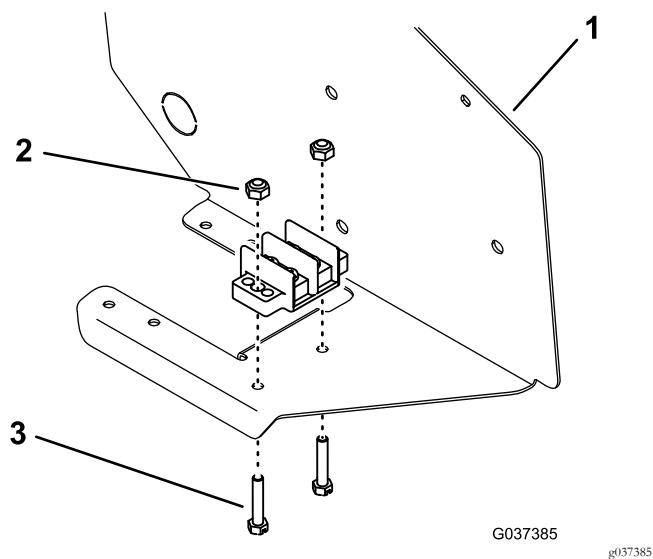

**Figura 7**
2. Sbloccate il gruppo del pannello di controllo e mettetelo da parte (Figura 7).